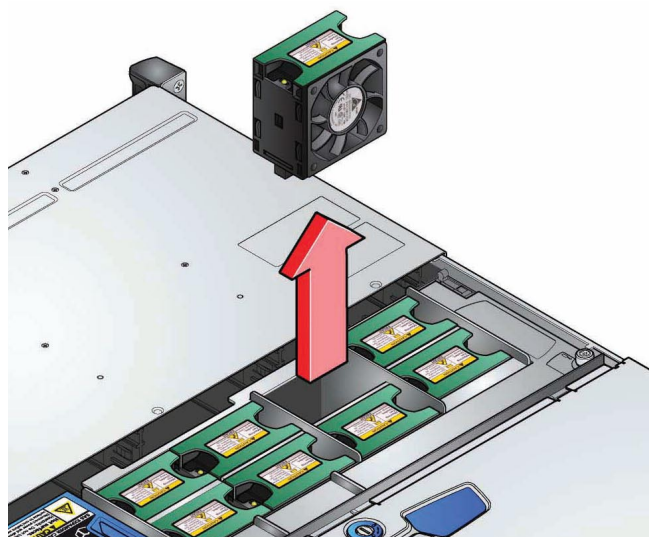

Figura 4: Rimozione di una ventola
2. Tenere la ventola guasta tra il pollice e l'indice e tirarla verso l'alto per scollegarla, quindi rimuoverla dal gruppo (vedere la figura 4).